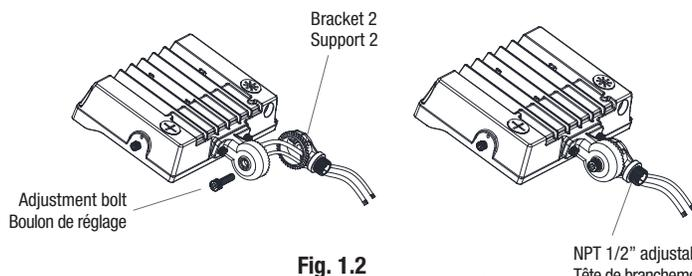

Fig. 1.2
3. Pass cables through the second bracket and fix assembly with adjustment screw (watch out not to scratch cables)(Fig. 1.2).
3. Faites passer les câbles dans le deuxième support et fixer l'ensemble avec la vis de réglage (attention à ne pas endommager les câbles)(Fig. 1.2).